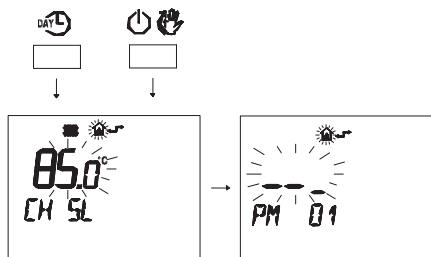

Figura 5.51
- Premere contemporaneamente i pulsanti **DAY** e **P** per entrare nella programmazione trasparente (Figura 5.51).